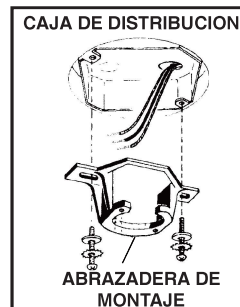

FIG. 5
**Paso 1.** Asegure la abrazadera de montaje a la caja de distribución del techo usando los tornillos de la caja de distribución y las rondanas incluidas con el ventilador (Fig. 5).